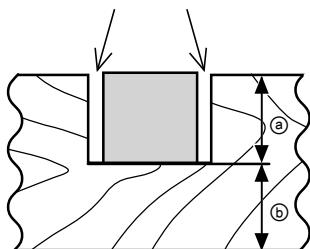

Fig. 47
Las ranuras podrán cortarse en la pieza de trabajo como se indica en la Fig. 47 regulando el perno de ajuste de profundidad de 6 mm.
- (2) Ajuste la profundidad de corte deseada regulando la distancia entre la hoja de sierra y la superficie de la mesa giratoria (consulte ⑥ de la Fig. 47).